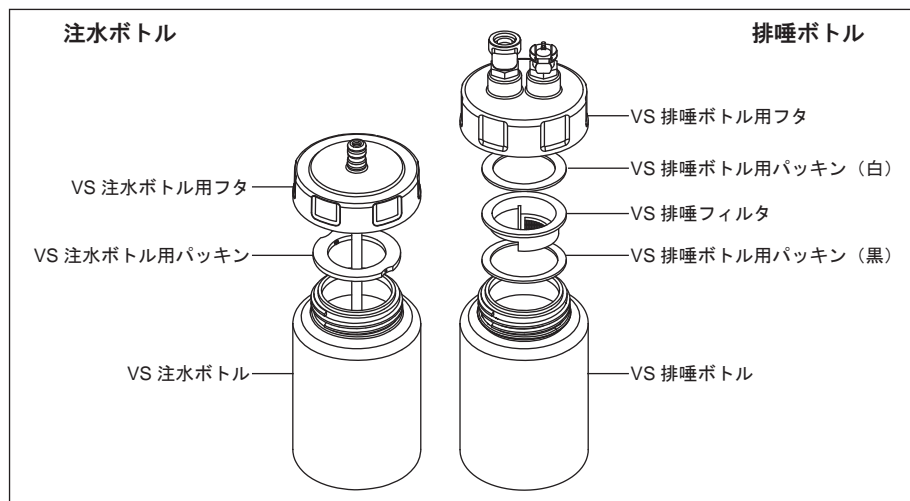

図 19
- 2) フタ、ボトルからフィルタ、パッキンを取り外します。(図 19)